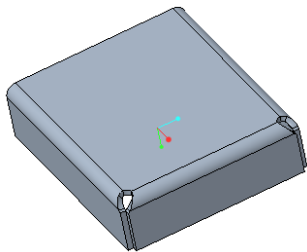

图 3-62 完成创建拐角止裂槽
(5) 在“拐角止裂槽”选项卡中单击 (完成) 按钮, 完成创建拐角止裂槽, 如图 3-62 所示 (图中显示了拐角止裂槽注解)。